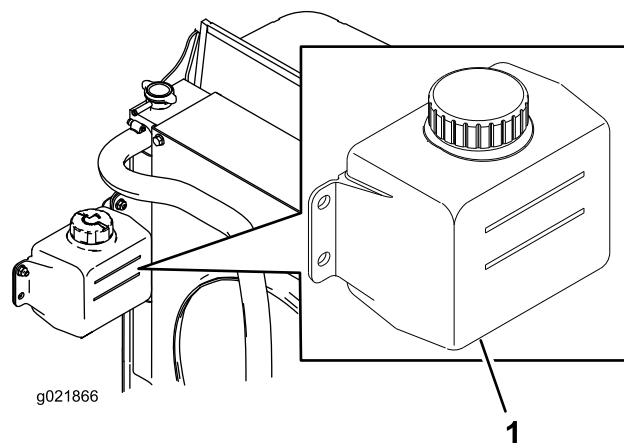

Bild 69
1. Prüfen Sie den Kühlmittelstand im Ausdehnungsgefäß (Bild 69).